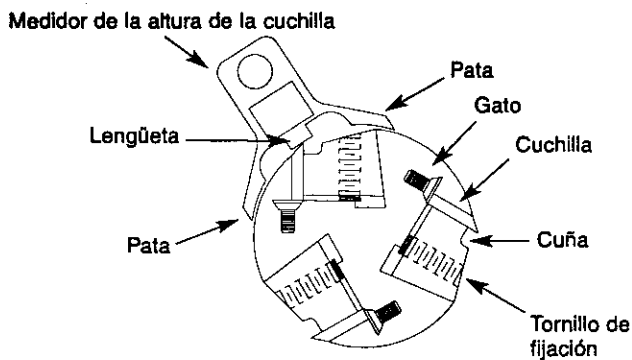

Figura 6 - Medidor de la Altura de la Cuchilla
- Ponga el medidor de altura de la cuchilla en un extremo de ésta y ajuste el gato hasta que la cuchilla apenas entre en contacto con la lengüeta en el medio del medidor (vea la Figura 6).